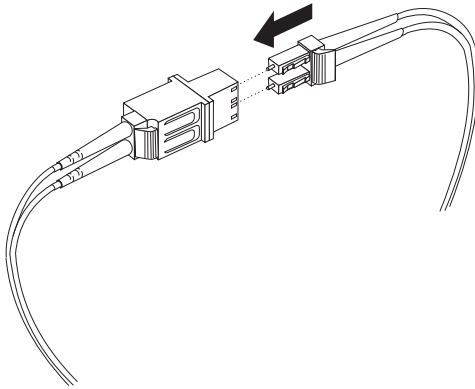

図 34. LC-SC ケーブル・アダプターへの LC-LC ケーブルの接続
4. 52 ページの図 34 に示されているように、LC-LC ケーブルのもう一方の端を、LC-SC ケーブル・アダプターの LC コネクター側の端に慎重に挿入します。正